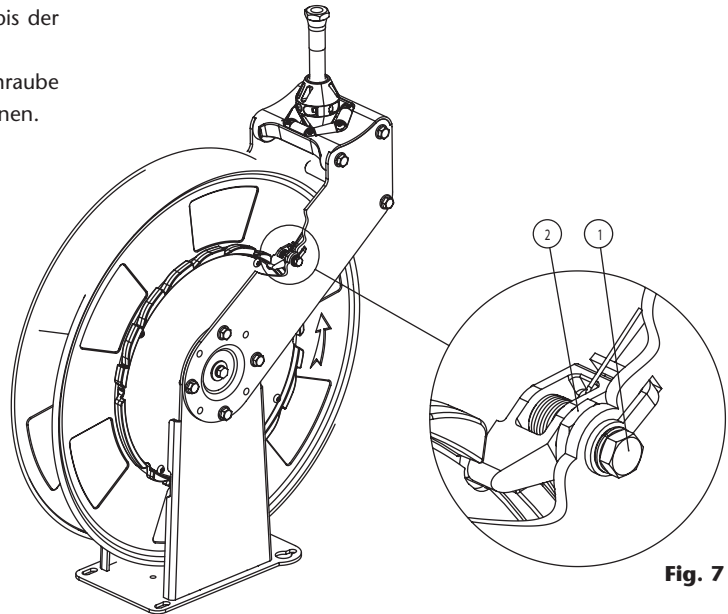

Fig. 7
1. Sorgen Sie dafür dass der Schlauch komplett aufgerollt ist bis der Schlauchstopper die Führungsrollen berührt. Entfernen Sie jetzt die Schraube (1) (Fig. 7) während Sie Schraube (2) (Fig. 7) festhalten. Jetzt können Sie die Sperrklinke entfernen.